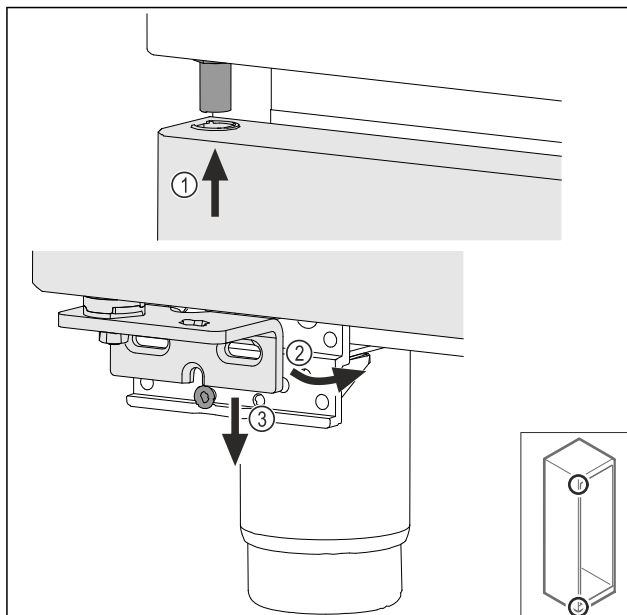

Fig. 74
- ▶ Kissé megbillentve fűzze be az ajtót felül Fig. 74 (1), majd igazítsa egyenesbe az ajtót Fig. 74 (2), és helyezze rá az alját a csapágybak csavarjára Fig. 74 (3).